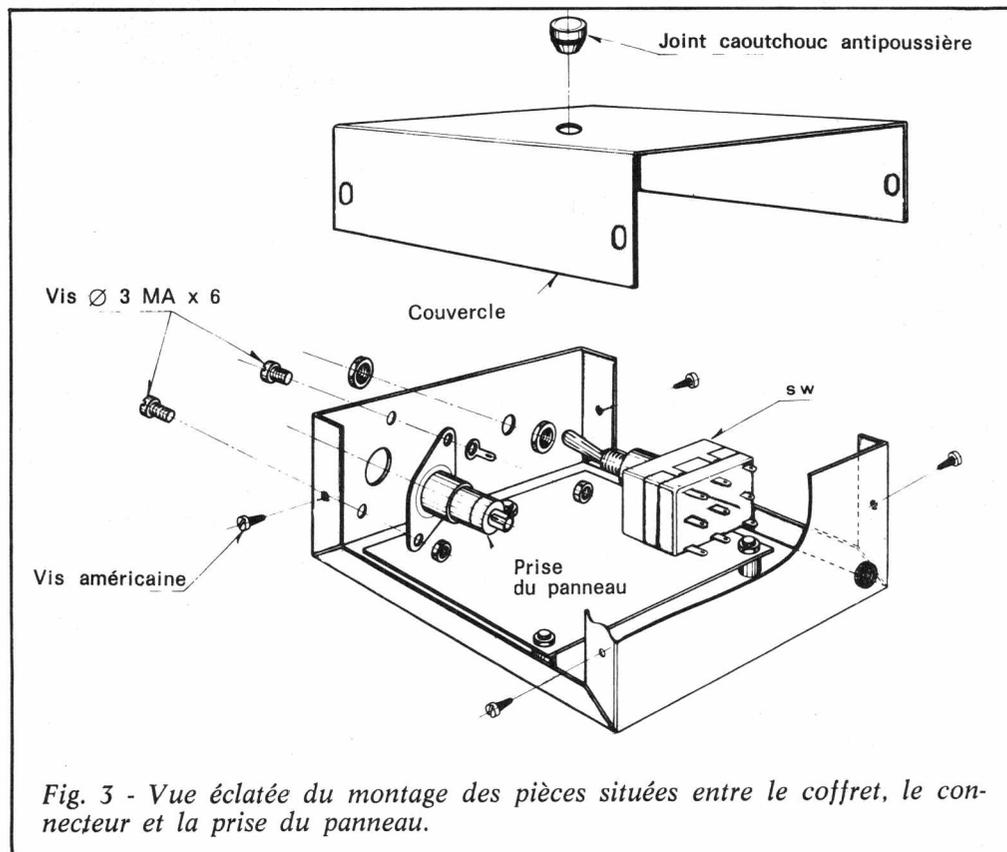
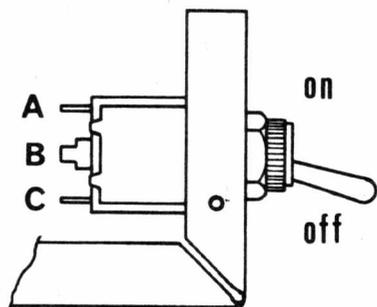

Fig. 3 - Vue éclatée du montage des pièces situées entre le coffret, le connecteur et la prise du panneau.
Fig. 4 - Position du commutateur sur le panneau avant du coffre.
On place les axes de poussoir sur les griffes de contacts. On introduit les touches noires et rouges sur ces axes. On colle la plaquette cache sur le curseur du commutateur linéaire. On donne au commutateur de calibre la position qui donne à l'ergot de son rotor la position de la figure 3. Pour la manœuvre de ce rotor, on utilise un tournevis large dont on introduira la lame dans la fente du rotor, côté cuivre du circuit imprimé.
Vérifier et au besoin rectifier le zéro mécanique. Réaliser le montage de la figure 4 a.
3) Vérifier tous les calibres à l'aide des montages figure 4 A et B. Il faut appliquer sur le montage des intensités et des tensions faibles et augmenter progressivement leurs valeurs.
(Fig. 4)
- Monter à l'avant du coffret la prise sur le panneau en se conformant à la vue éclatée de la fig. 3 et en utilisant deux vis 3 MA x 6 avec leurs écrous respectifs. On insérera une cosse entre la vis et l'écrou supérieur de fixation, comme indiqué à la figure 3.
● Toujours en prenant pour modèle la vue éclatée de la fig. 3, monter le commutateur SW sur le panneau avant, en l'y fixant au moyen de son écrou central. Pour placer le commutateur dans la position exacte (ON vers le haut et OFF vers le bas), voir la fig. 4.